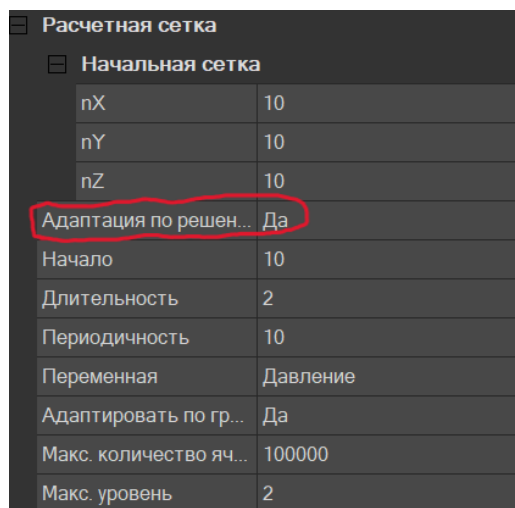

Рисунок 9
14. **«Расчетная сетка»**ограничивает область проведения симуляции. Размер расчетной сетки автоматически изменяется и подстраивается под размер исследуемого объекта. Рекомендуется устанавливать размер расчетной области в 2-3 раза больше исследуемого объекта. В начальной сетке выставляем показатель **«Да»** в поле **«Адаптация по решению»**(рис. 9).